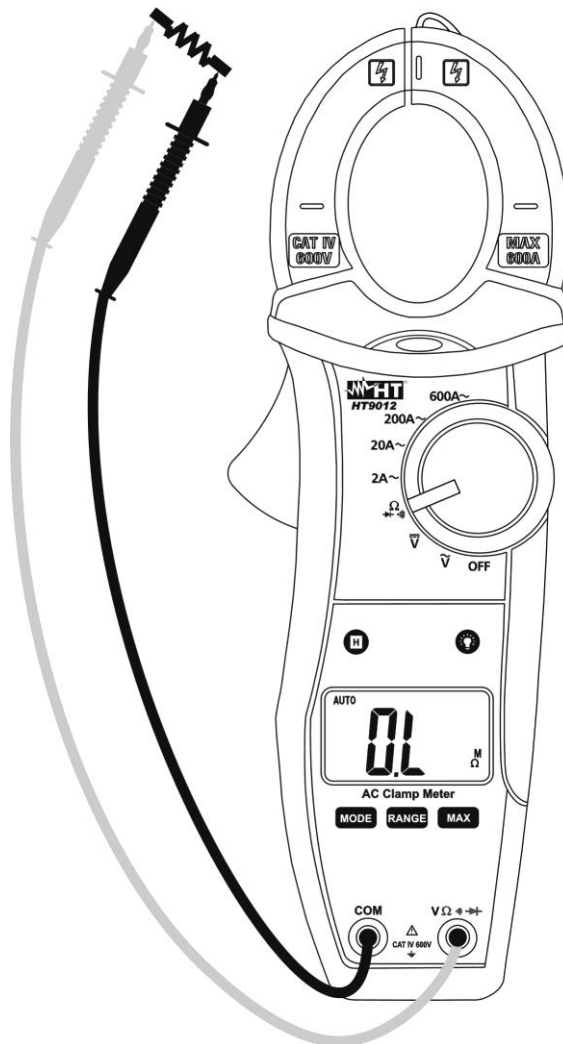

Fig. 6 : Utilisation de la pince pour mesure de résistance
4. Positionner les embouts sur les points désirés du circuit sous test (voir Fig. 6). La valeur de résistance apparaît à l'écran.